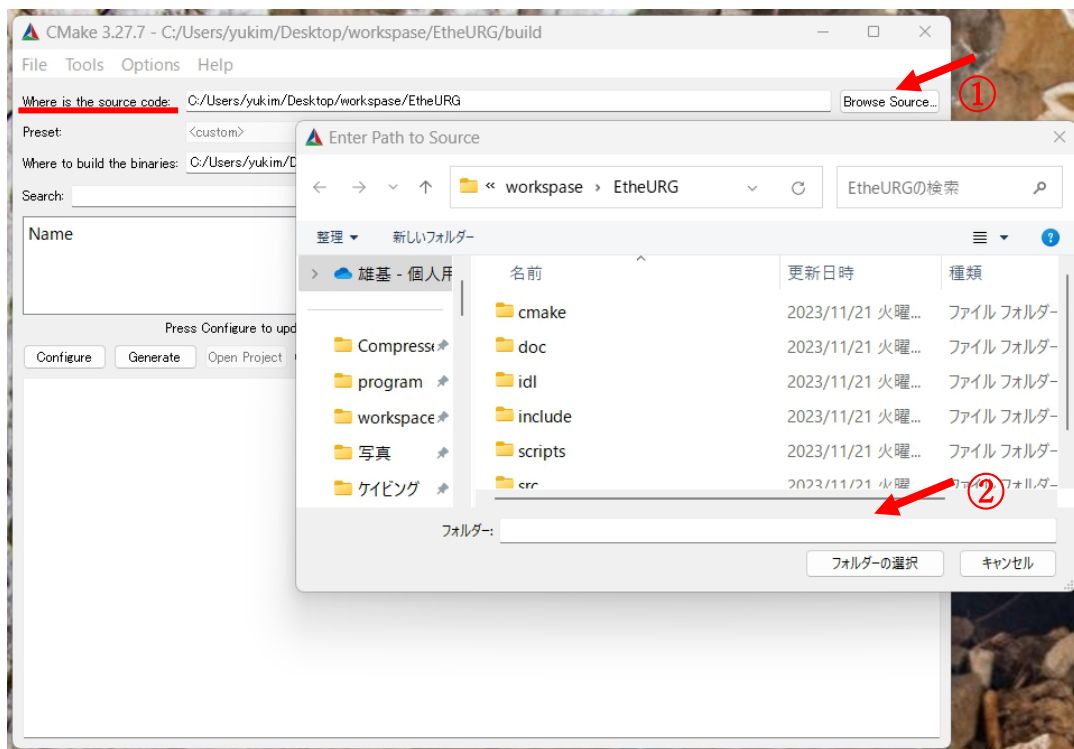

図 15 [Where is the source code]の項目の[Browse Source...]をクリックした状態
- ④ 図 15 のように[Where is the source code]の項目の[Browse Source...]をクリックし, 表示されたウィンドウ上で, 自身の workspace 内の各 RTC のプロジェクトフォルダーを選択し, [フォルダーの選択]をクリックする. ここでは次のディレクトリを開く.